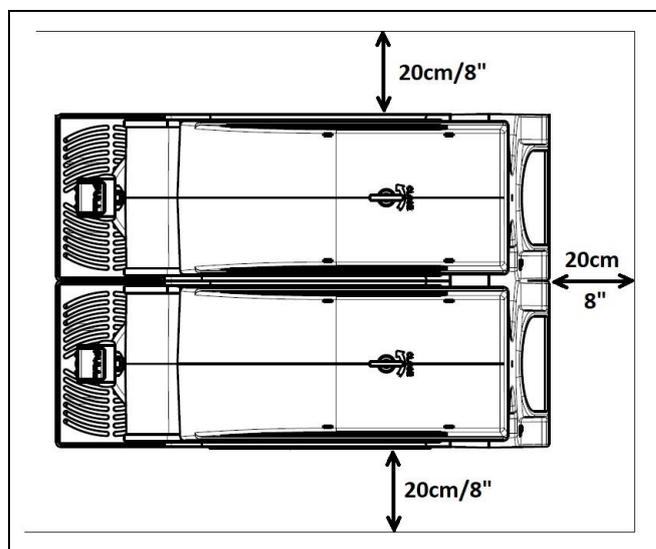

Fig. 14
b) Poser l'appareil sur une surface horizontale et solide de manière à ce que la carrosserie de l'appareil soit bien ventilée (au moins 20cm/8" d'espace libre tout autour, fig.14), installer l'appareil dans un environnement sec et éviter de l'installer près d'une source de chaleur. **La température ambiante d'utilisation de la machine doit être comprise entre 24°C et 38°C (entre 75°F et 100°F).**